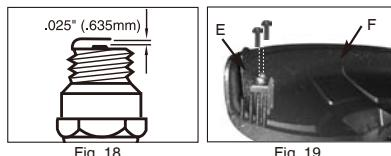

Fig. 19
1. Fjern skjærekiven (A) fra vernet for skjæreinnsatsen (B) (Fig. 19).